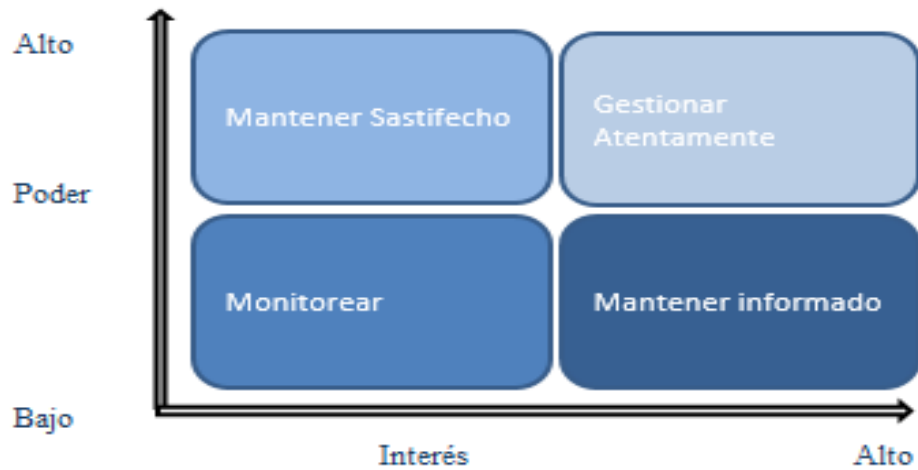

Ilustración 35 Matriz Poder Interés
1. Utilizando las matrices: Poder /Interés y Poder /Influencia, ver ilustración 35 y 36.